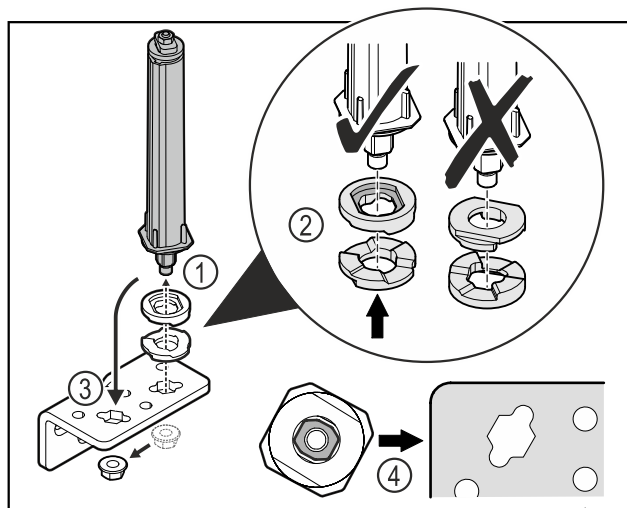

Fig. 27
- Отпустите гайку и демонтируйте систему закрытия двери Fig. 27 (1).
- Учитывайте правильность выравнивания шайб для регулировки высоты Fig. 27 (2).
- Переставьте систему закрытия двери в шарнирном уголке и зафиксируйте гайкой Fig. 27 (3).
- При установке учитывайте правильность выравнивания системы закрытия двери Fig. 27 (4).